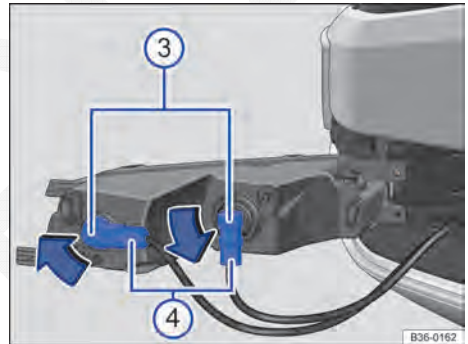

Fig. 312 Substituir a lâmpada incandescente do farol.
4. Retirar para frente o farol do para-choque → Fig. 312.
5. Destruvar e retirar o conector → Fig. 312 ④ da lâmpada incandescente queimada.
6. Para destravar a lâmpada incandescente → Fig. 312 ③, girá-la no sentido da seta e retirá-la do farol.
8. Introduzir a lâmpada incandescente → Fig. 312 ③ no farol e girar até o batente no sentido contrário da seta → Fig. 312 para a posição original.
10. Encaixar o conector → Fig. 312 ④ na lâmpada incandescente até ouvir que ela foi travada.